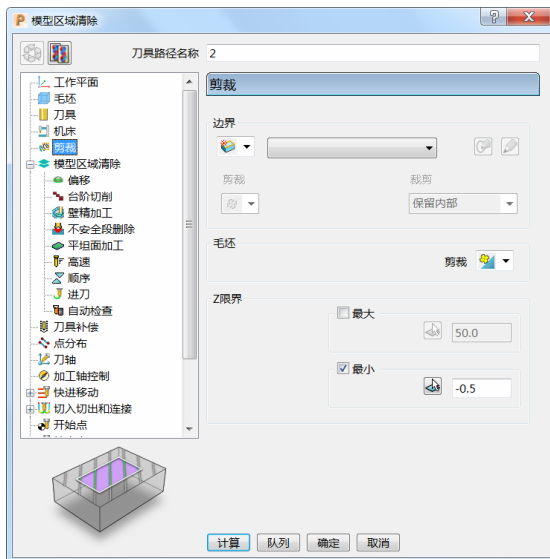

图 4-15
- 4) 剪裁：设定 Z 限界最小值为“-0.5”。（图 4-15）